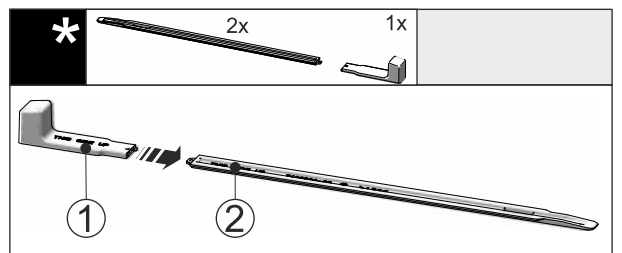

Fig. 54
- ▶ Dugja rá a szerelőfogantyút Fig. 54 (1) a szintezősinre Fig. 54 (2).